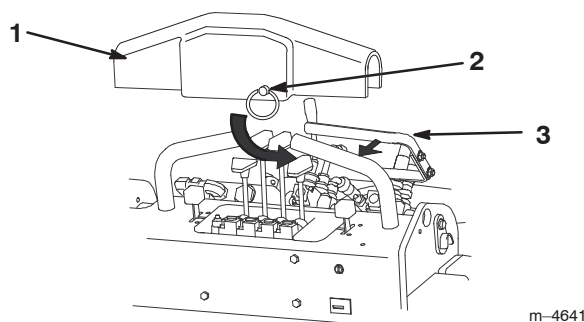

Abbildung 18
A. Den Zusatzgeräte-Hydraulikhebel zum Bedienungsgriff ziehen und die Hydraulikhebelklemme über den Handgriff drücken und nach rechts schieben, damit der Stift in der Klemme unter den rechten Handgriff kommt (Abb. 18).
5. Die Hydraulikhebelklemme entfernen (Abb. 18 oder 19).